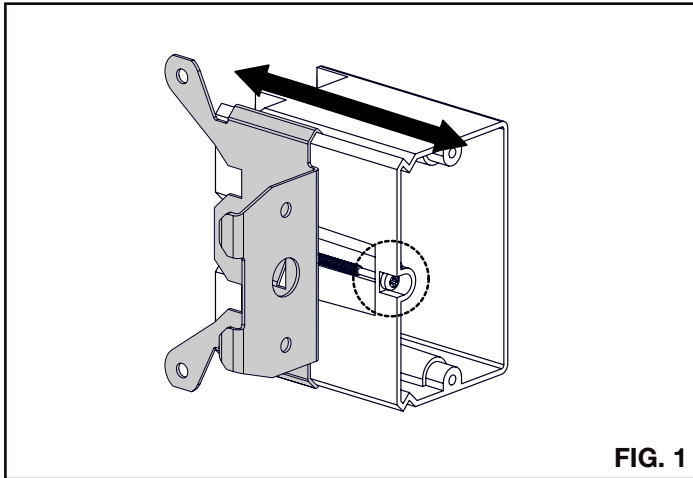

FIG. 1
1. Ajustez le support pour l'aligner avec le matériau de finition (FIG. 1).